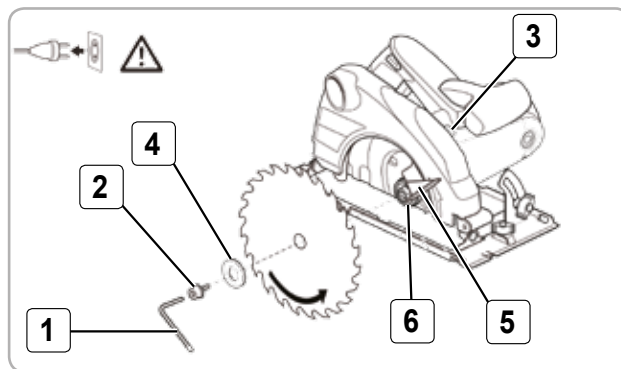

Fig.5
Este important să deconectați scula de la rețeaua electrică înainte de a efectua orice operațiune asupra sculei; Fig 5
- Apăsăți butonul de blocare a axului și mențineți butonul apăsat în timp ce îndepărtați cu cheia hexagonală Fig 5 (1) boltul prindere disc Fig 5 (2)
- Apăsăți butonul de blocare a axului Fig 5 (3) doar
- Îndepărtați flanșa Fig 5 (4)
- Desfaceți dispozitivul de protecție inferior cu maneta Fig 5 (5) și mențineți-l astfel, montați pânza de fierăstrău astfel încât dinții pânzei de fierăstrău și săgeata desenată pe pânza de fierăstrău să fie îndreptați în aceeași direcție cu săgeata de pe dispozitivul de protecție superior
- Montați flanșa Fig 5 (4)
- Asigurați-vă că suprafețele de fixare Fig 5 (6) ale flanșelor sunt perfect curate și sunt orientate la pânză